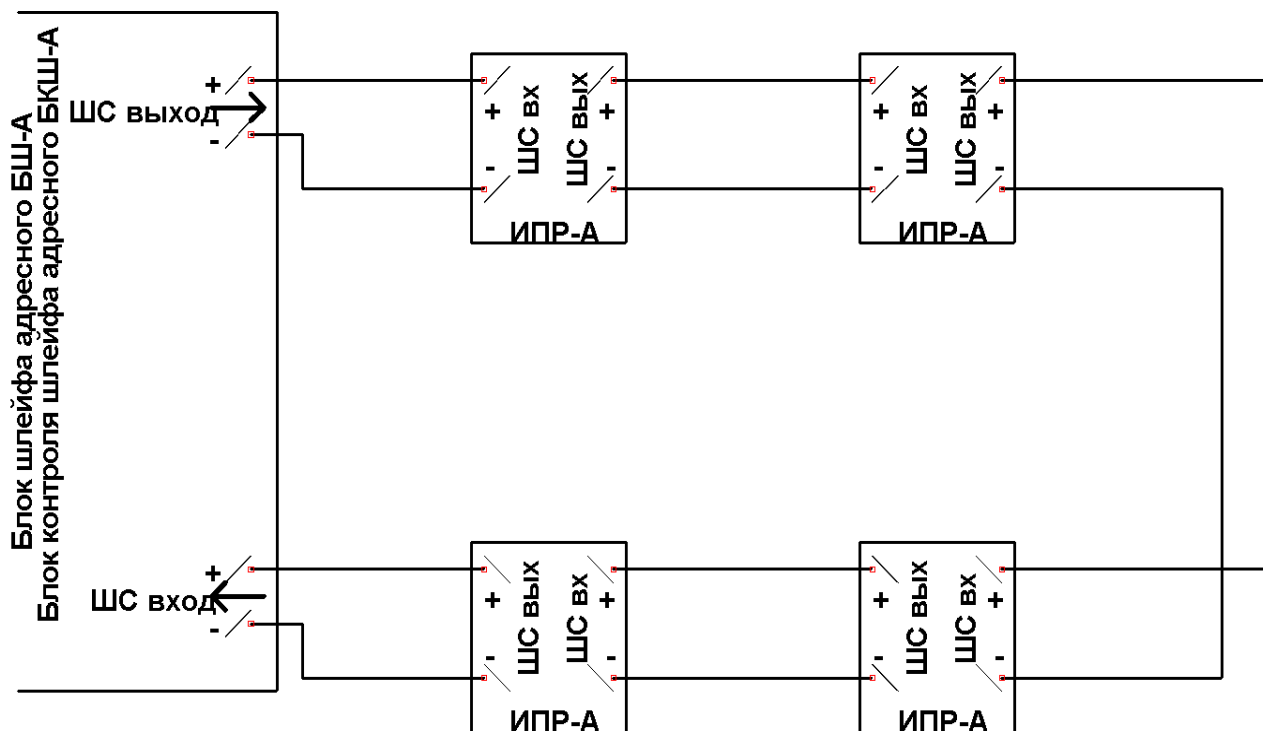

Рис. 3. Схема включения извещателей
1.3.3 Схема включения извещателей в кольцевой адресный шлейф пожарной сигнализации прибора «ВартаАдрес» приведена на рис. 3.
розетки, соблюдая полярность и направление ШС согласно рис. 3.